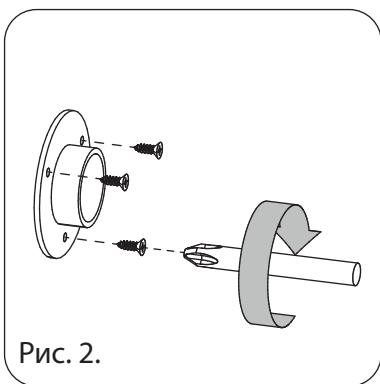

Рис. 2.
2. Прикрутите штангодержатель при помощи саморезов 3.5x16 в необходимом месте (см. рис. 2), предворительно ослабить стопорный винт (см. рис. 6).